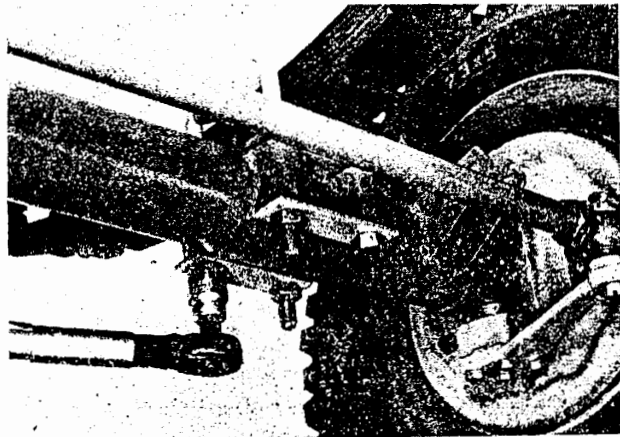

Bild Fe 2. Anziehen der Federbügel, vorn – Anzugsmoment
1. Anzugsmoment der Federbefestigung beachten (Bild Fe 2). Erste Sechskantmutter 100^{+20} Nm (10^{+2} kpm). Zweite Sechskantmutter (Kontermutter) 140^{+20} Nm (14^{+2} kpm).